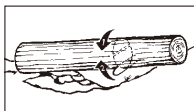

Bild. 13C
3. Stamm an beiden Enden abgestützt: Schneiden Sie zuerst 1/3 des Stammdurchmessers von oben nach unten, um ein Absplintern zu vermeiden. Schneiden Sie dann von unten auf den ersten Schnitt zu, um ein Festklemmen zu vermeiden (Bild.13C).